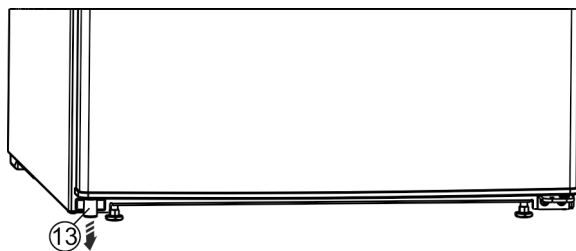

Fig. 13 \*
- ▶ Nede til venstre tas avstandsdelen Fig. 13 (13) ut av døren.\*